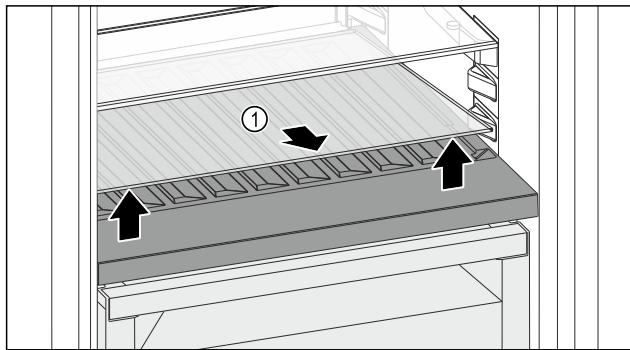

Fig. 98
- ▶ Soulever la plaque de verre Fig. 98 (1) au niveau de l'évidement avant et la retirer.
- ▶ Entreposer la plaque de verre Fig. 98 (1) dans un endroit sûr hors de l'appareil.